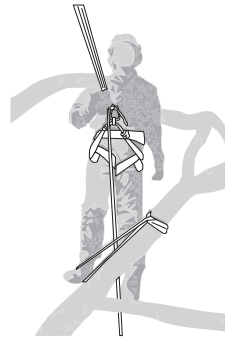

Fig. 50
- > Un étrier temporaire, confectionné à l'aide d'une élingue sans fin, peut vous permettre de caler votre pied lorsque vous êtes en position de travail (Fig. 50).